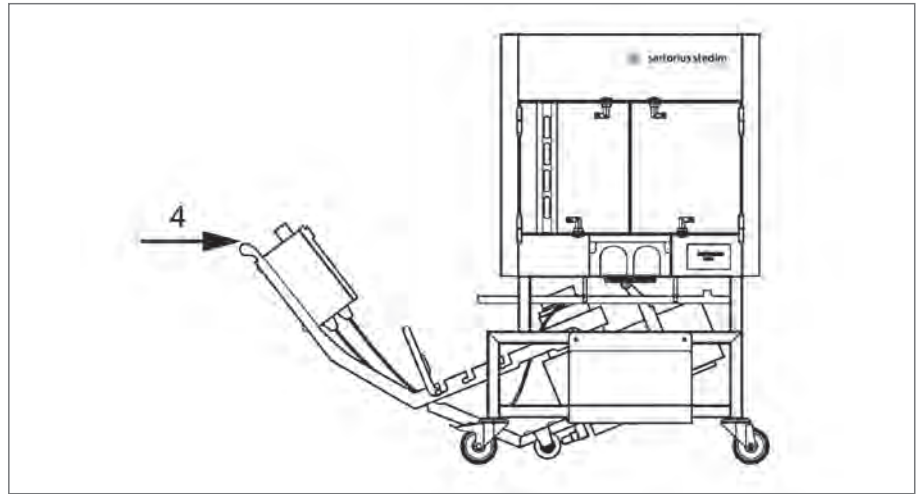

Fig. 63
3. Ruede los rodamientos de la unidad motriz LevMixer® por los rieles hasta el final de estos (ver Fig. 63 | 4).